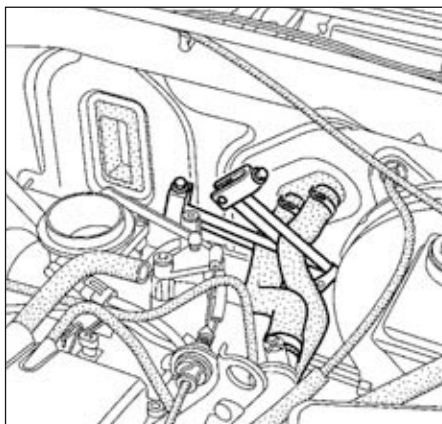

FIG.25
- Mettre en place des pince-Durits (Fig.25).